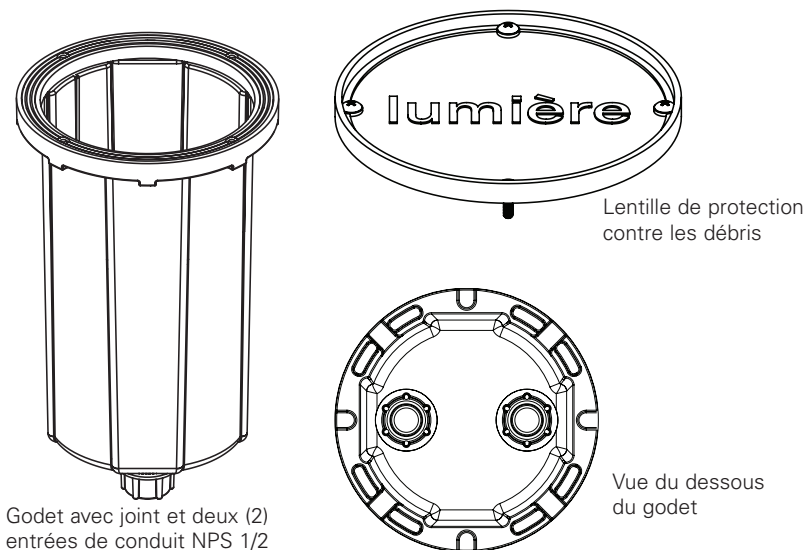

Figure 1.
2. Lentille de protection contre les débris et le béton avec quatre (4) vis (Figure 1.)